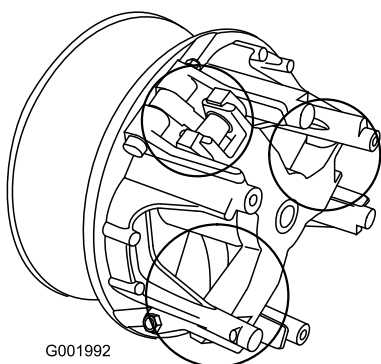

Figura 59
5. Lubrique las piezas en movimiento en las zonas indicadas en Figura 59 usando Spray Lubricante Seco Toro, disponible a través de su Distribuidor o Consesionario Autorizado Toro.